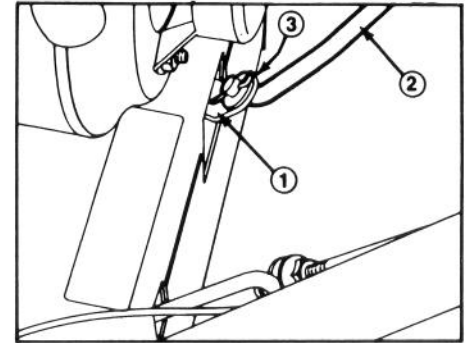

Figure 8
1. Tirez le bras du sélecteur de vitesse aussi loin que possible (Fig. 8) et mettez la manette de commande située sur la plaque de commande en position MARCHE ARRIERE (R) pour faciliter le montage.
2. Montez la tige de sélecteur de vitesse sur le bras de sélecteur, ajoutez une rondelle plate sur la tige de sélecteur et fixez à l'aide d'une goupille fendue (Fig. 8).